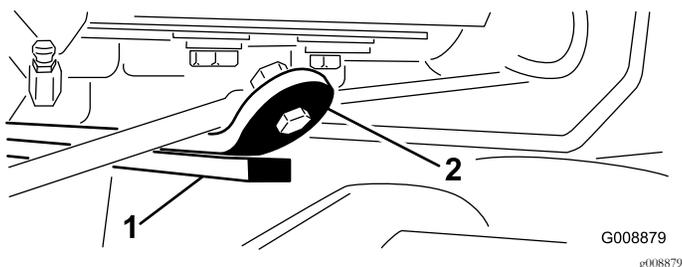

図 28
- 3. エンジンを始動し、昇降アームを上昇させて、後カッティングユニット上部にあるウェアバーとバンパーストラップとの間のすき間が図28のように0.512.54mmになっていることを確認する。